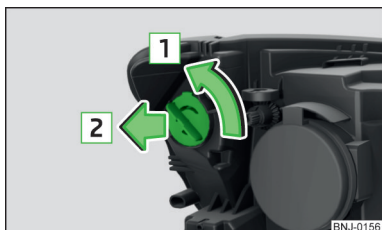

Fig. 209
- > Rotiți conectorul, împreună cu becul cu incandescență, în sensul săgeții 1 » fig. 209.